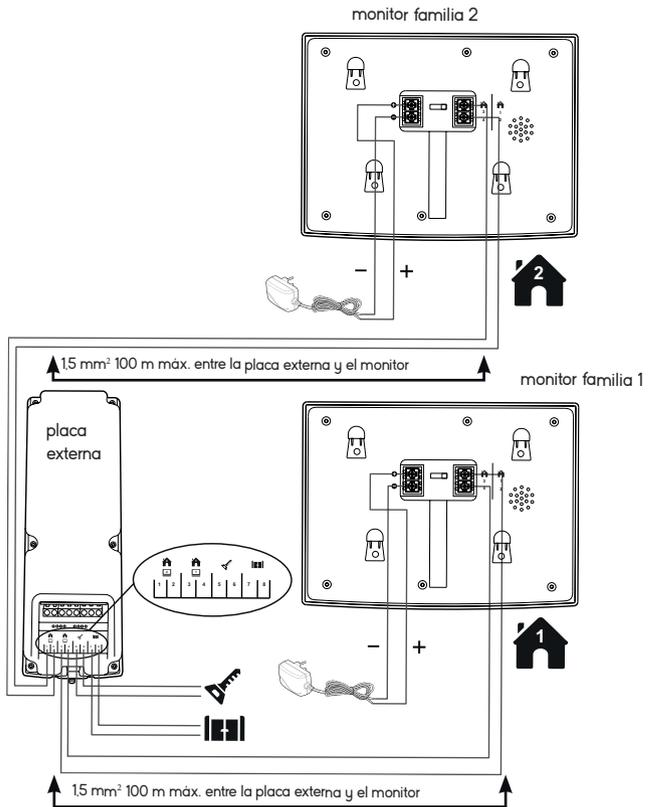

Fig. 10
- Para asegurar una buena calidad de sonido y de imagen, se recomienda no usar más de 100 m de cable entre el videoportero y la placa externa. La sección de los cables que se debe usar se indica en **Fig. 10**